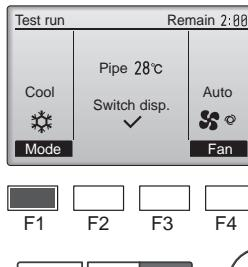

Fig. 7-5
① Pulse el botón **F1** para recorrer los modos de funcionamiento, siguiendo el orden de "Cool" (Frío) y "Heat" (Calor). (Fig. 7-5)